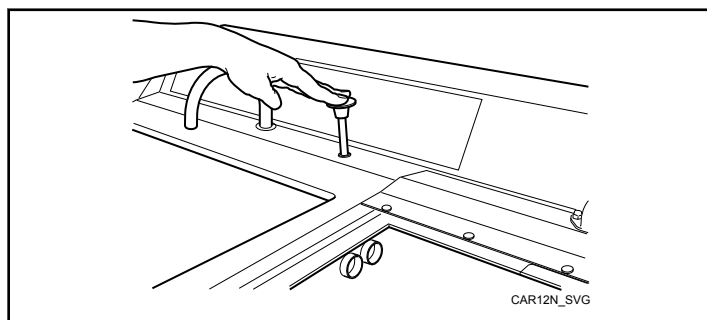

Figura 10
2. Feche o dreno do compartimento de lavagem a ser utilizado. Consulte a *Figura 10*.